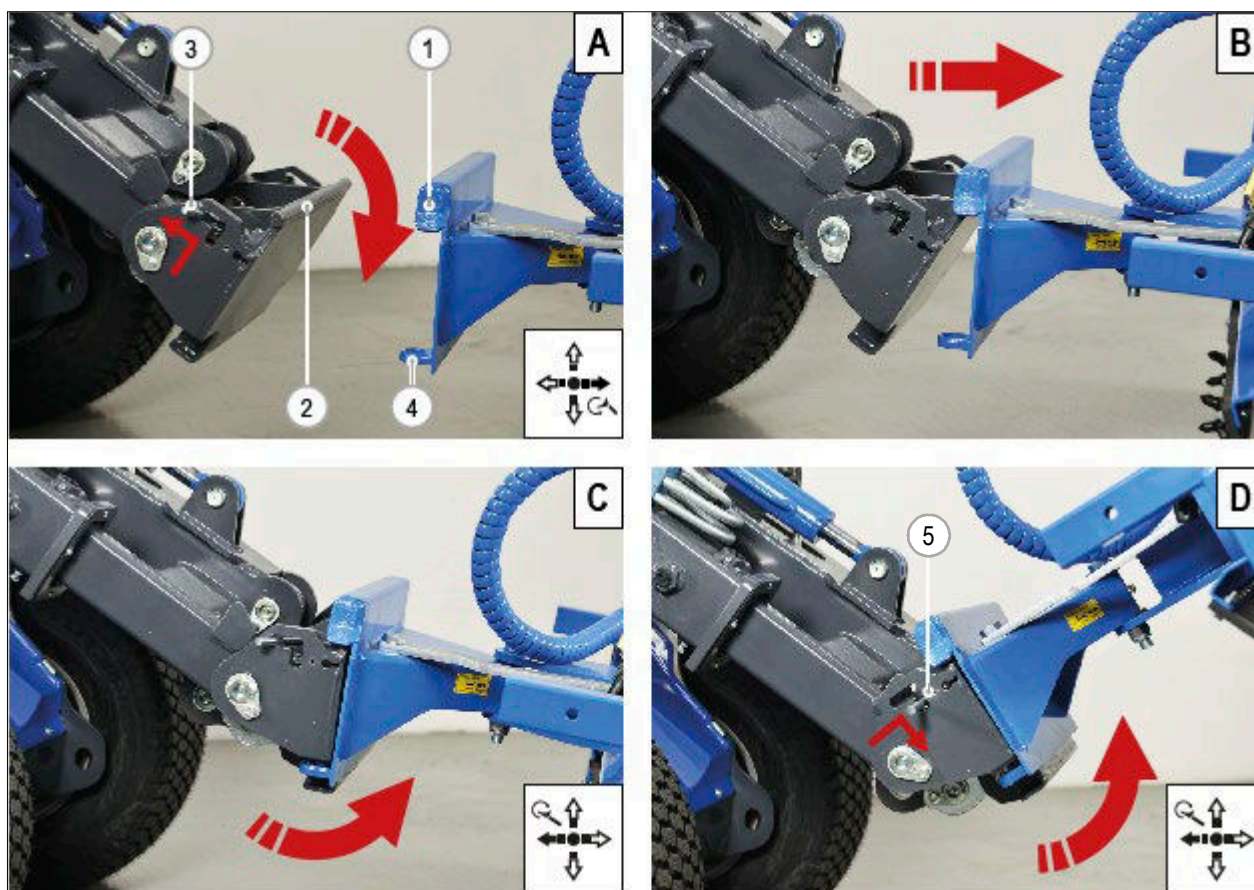

FIG. 29
- 6) Løft og skub de to håndtag tilbage (**FIG. 29 - Ref. 3**), som er placeret på lynkoblingen, for at hæve krogens stik.
- 8) Før forsigtigt lynkoblingen op til et af redskaberne, for at tilgå den øverste runde profil (**FIG. 29 - Ref. 2**) i deres kurvede placeringer på redskabet (**FIG. 29 - Ref. 1**).
- 9) Flyt langsomt multifunktionsjoysticket mod venstre, således lynkoblingen hældes bagud, fortsæt når lynkoblingen er hævet et par centimeter og koblingssystemet automatisk lukkes, så de to stik passer ind i hullerne på redskabet (**FIG. 29 - Ref. 4**).
- 10) Kontroller at de to greb synligt (**FIG. 29 - Ref. 5**) er i lav position. Hvis ikke, betyder det at koblingen ikke blev gennemført.
- 1) Løft og skub de to greb bagud (**FIG. 29 - Ref. 3**) fra lynkoblingen for at frigøre de to stik.